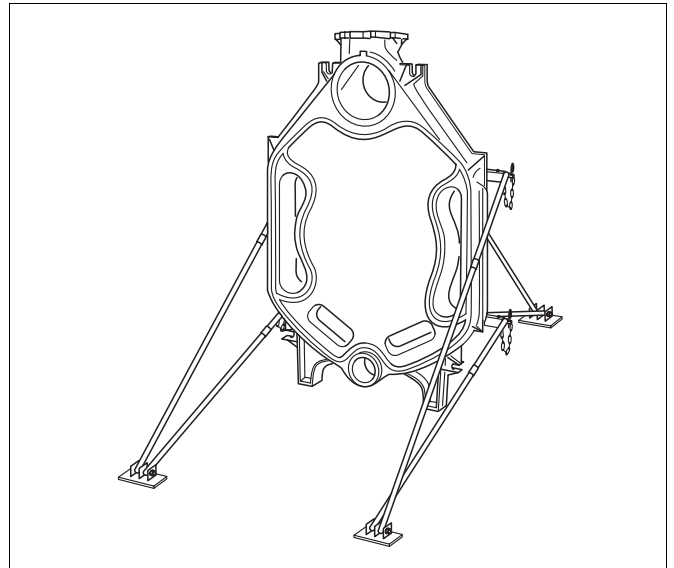
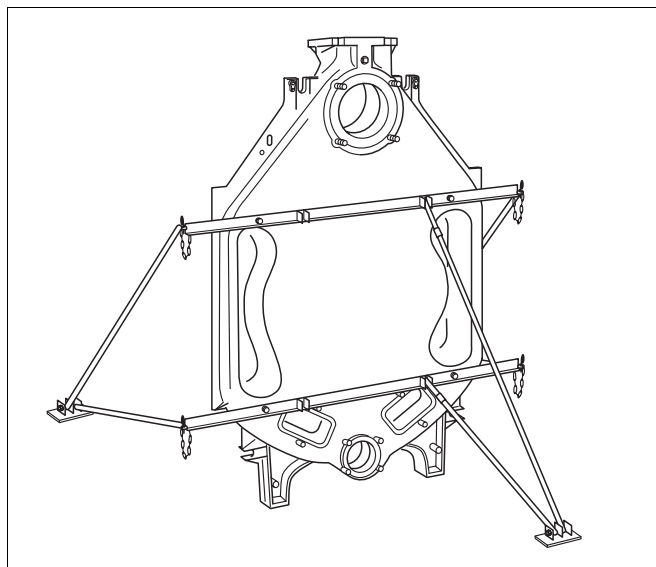

Bild 9 Hinterglied mit montierter Montagehilfe
Bild 11 Montagehilfe befestigen
- Die Kesselglieder mit der Montagehilfe (Zubehör) gegen Umkippen sichern. Zuerst das Hinterglied fest an der Montagehilfe verschrauben (Bild 9, Seite 17).
- ▶ Hinterglied aufstellen und mithilfe der Montagehilfe gegen Umkippen sichern (siehe Bild 11 und Bild 9 sowie separate Montageanweisung für die Montagehilfe).